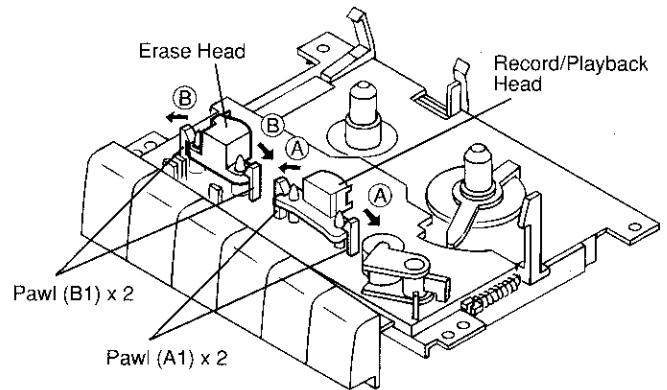

Figure 10-1
**How to remove the record / playback and erase heads (See Fig. 10-1.)**
### Entfernen der Aufnahme-/Wiedergabe- und Löschköpfe (Siehe Abb. 10-1.)
### Enlèvement des têtes d'enregistrement/lecture et d'effacement (Voir Fig. 10-1.)